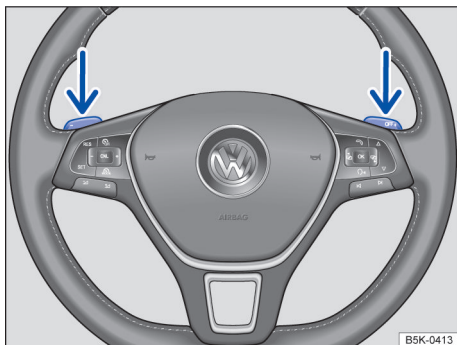

Fig. 110 Volante com seletores basculantes do Tiptronic.
- Puxar o seletor basculante direito na direção do volante para aumentar a marcha → Fig. 110.